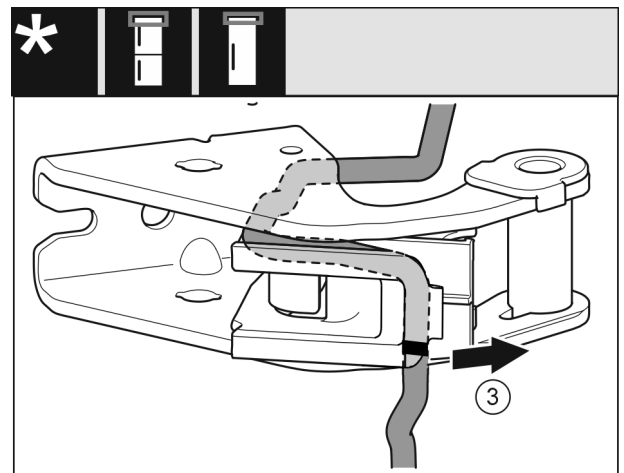

Fig. 18
- ▶ Kabel met de kabelhouder van het lagerbok demonteren. Fig. 18 (3)